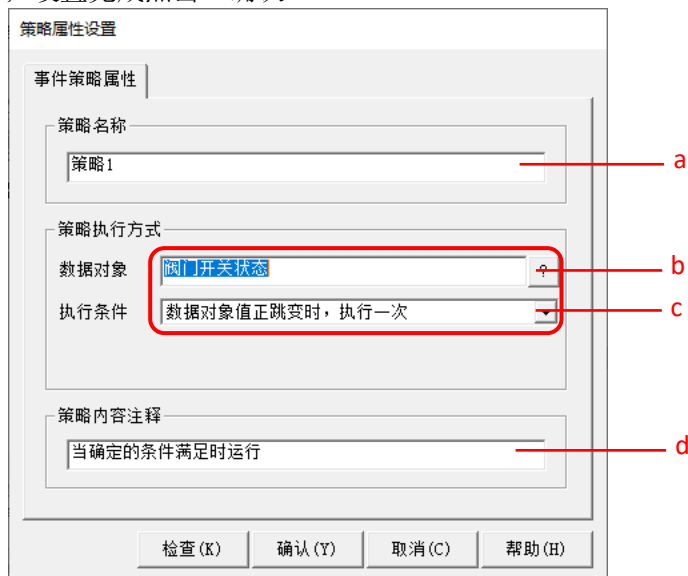

图 2.5-4 设置策略执行方式
⑤ 在策略组态界面双击 ，进入“属性设置”。如图 2.5-4 所示，通过【策略执行方式】→【数据对象】→【?】，关联需要监视的变量“阀门开关状态”；【执行条件】选择“正跳变时，执行一次”（变量值由 0 → 非 0）；设置完成点击“确认”。